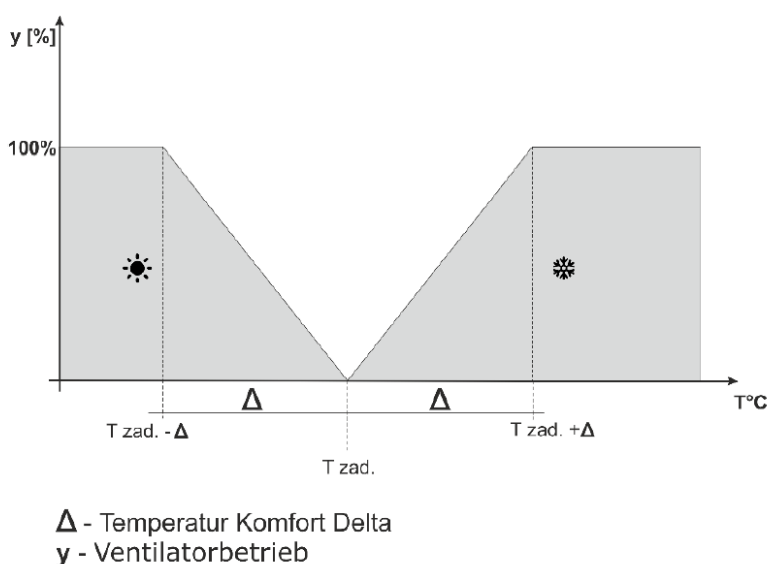

Abbildung 2 Diagramm der Ventilator-Funktion im Profil Komfort
- **KOMFORT** - In diesem Profil stellt der Benutzer im Menü **Temperatureinstellungen** eine Solltemperatur (SollT) ein, Abb. 1.2. Bei einer Senkung (**Modus Heizen**) oder Erhöhung (**Modus Kühlen**) der Raumtemperatur um 0.1 °C beginnt das Steuergerät allmählich das Ventil zu öffnen und startet den Ventilator. Sollte die Raumtemperatur weiter absinken (**Modus Heizen**) bzw. ansteigen (**Modus Kühlen**), so öffnet das Steuergerät allmählich das Ventil. Unterhalb des Temperaturwerts SollT - Delta (bzw. oberhalb des Werts SollT + Delta) wird das Ventil vollständig geöffnet sein. Abbildung 2 zeigt den Ventilatorbetrieb.